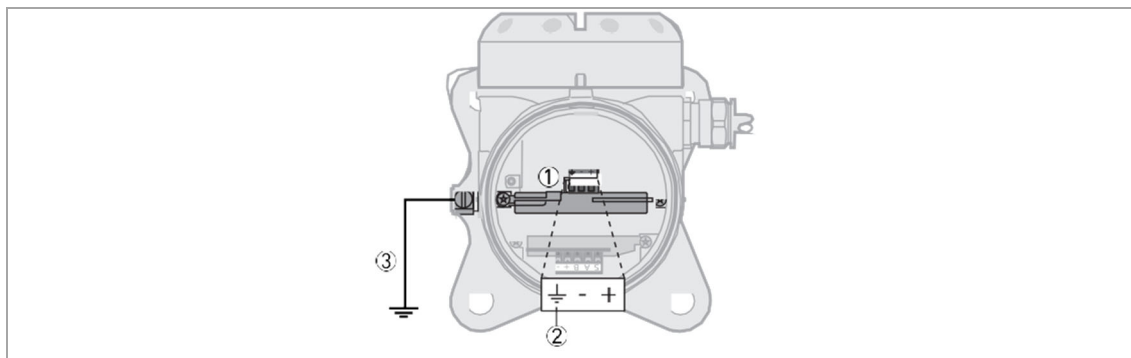

図 3-10: 接続端子(1出力仕様の場合)
- ・表示部側にある電源端子(図 3-10)のコネクタには接続しないでください。